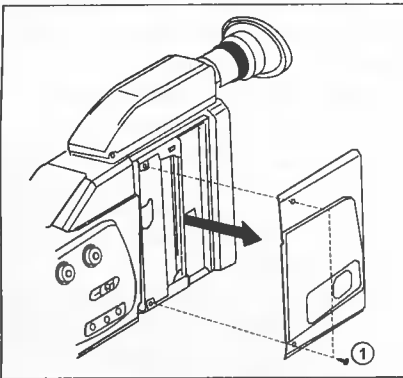
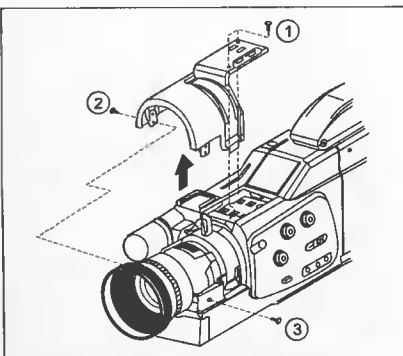

Рис. 1
Рис. 2
- снять крышку корпуса (рис. 1) для чего:
- отвинтить два винта (1);
- снять крышку объектива (рис. 2) для этого необходимо:
- отвинтить два винта (1), винты (2) и (3);